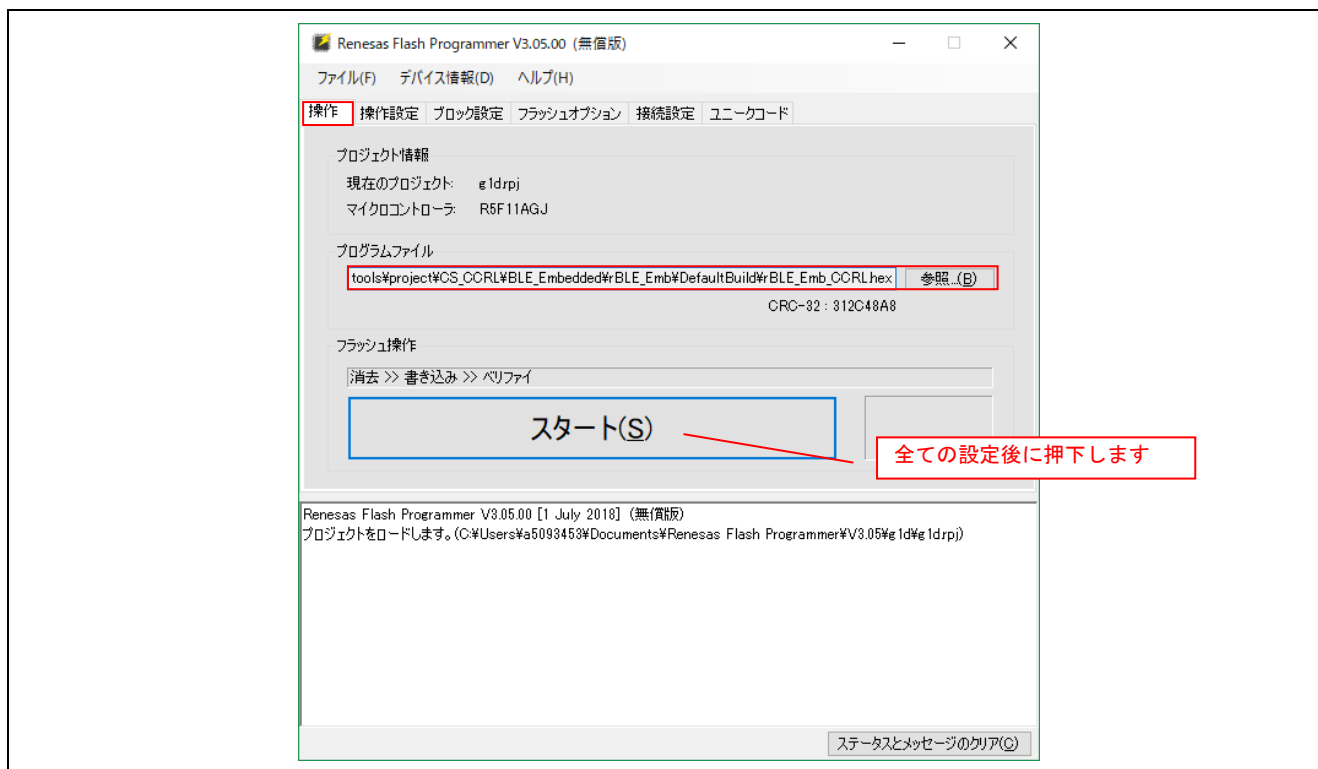

図 2-11 RFP 操作タブ
5. 「操作」タブで、「スタート」を押して書き込みを実行してください（図 2-11 を参照）。